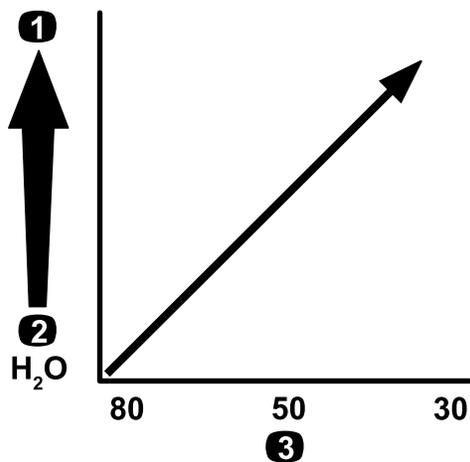

Figure 48
**Important:** Si vous pulvérisiez des produits chimiques de viscosité plus élevée (plus épais) ou des solutions avec poudres mouillables, vous devrez peut-être utiliser un maillage plus grossier pour le filtre d'aspiration ; voir Figure 48.